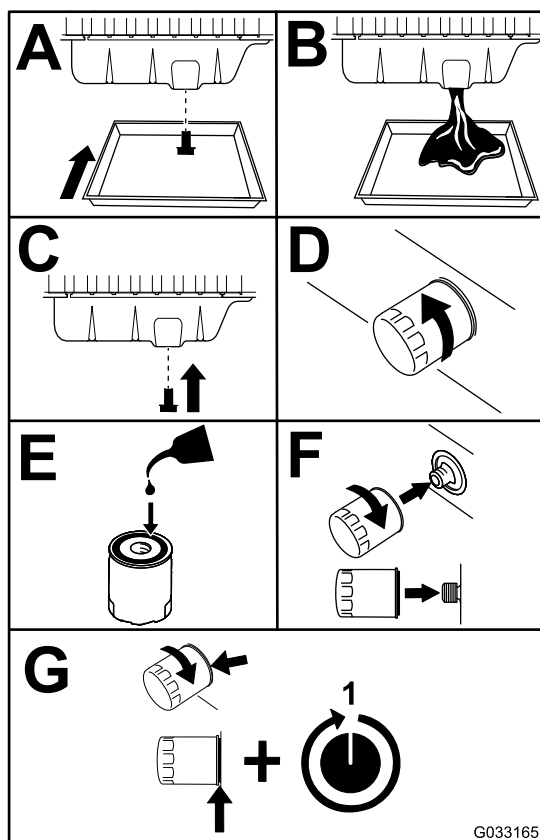

Figura 49
3. Substitua o filtro e o óleo do motor (Figura 49).